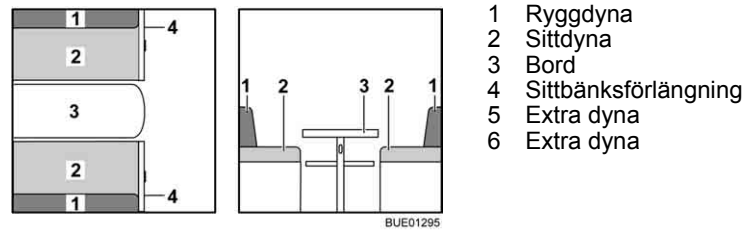

Bild 123 Före ombyggnaden
- Förstora bordet (Bild 123,3) och bygg om det till sängbotten (se avsnitt 6.11).